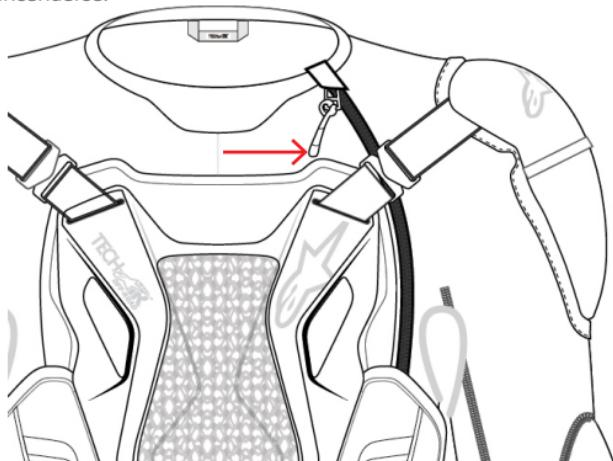

Figura 8: Encendido del sistema con el cierre de la cremallera de activación (1)
Para utilizar el sistema Tech-Air® Off-Road, el usuario sólo tiene que ponerse el sistema y cerrar la cremallera de activación (1) desde abajo hacia arriba (Figura 8). Un sensor interno detecta automáticamente que se ha cerrado la cremallera de activación (1) y el sistema comenzará a encenderse.